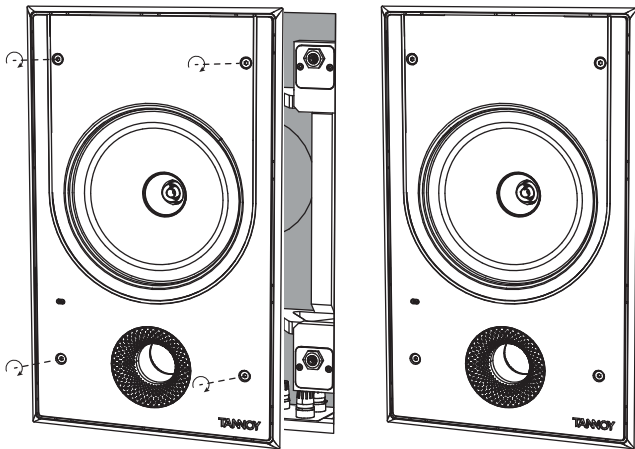

图 2. 安装到后罐中
2. 将扬声器组件安装到后盖中, 首先将四颗螺钉压到底, 然后用手拧紧 (图2)。确保在安装过程中没有夹住扬声器接线或手指。**警告:** 不要过度拧紧螺丝 - 这对于实现后罐或墙壁的强大声学密封是不必要的, 并且有损坏的风险。